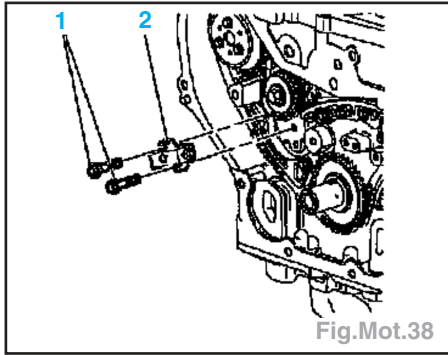

Fig.Mot.38
- le tendeur de chaîne (2) (Fig.Mot.38).